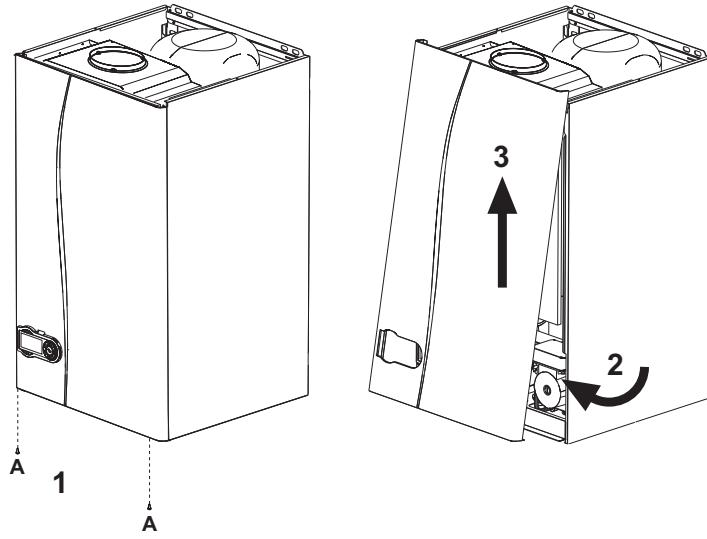

рис. 22 - Снятие кожуха
- Отвинтите винты "A" (см. рис. 22).
- Поверните кожух (см. рис. 22).